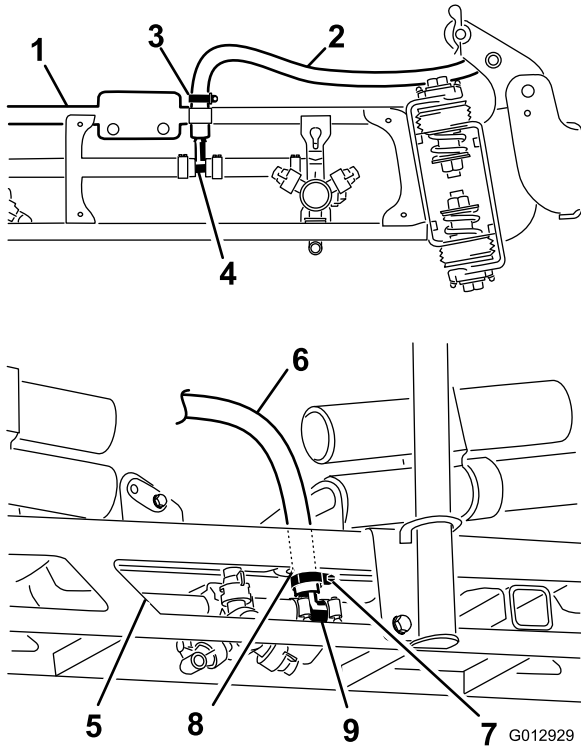

Figura 32
- Utilize sabão líquido para revestir a parte dentada da tubagem das ligações em T em ambas as rampas de extensão (Figura 32). Instale a tubagem de extensão da rampa por cima da parte dentada e prenda-a com uma braçadeira.
- Utilize sabão líquido para revestir a parte dentada da tubagem da ligação em T da rampa central Figura 32.
- Oriente a tubagem da rampa central através da abertura em olhal na rampa central. Ligue a tubagem de alimentação da rampa central na parte dentada com sabão e prenda-a com uma braçadeira de tubagem Figura 32.